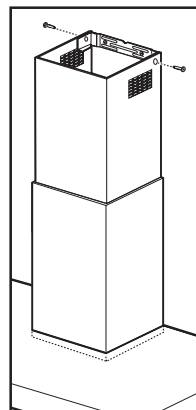

Fig. 13b
- fixer la partie supérieure de la cheminée au-dessus à l'aide de 2 vis à l'étrier de support cheminées. **Fig. 13b**